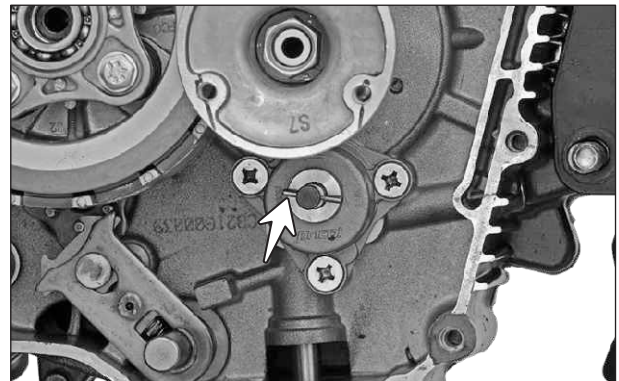

Fig. 3.5
- Retire el pin del piñón de la bomba de aceite. (Fig. 3.5)